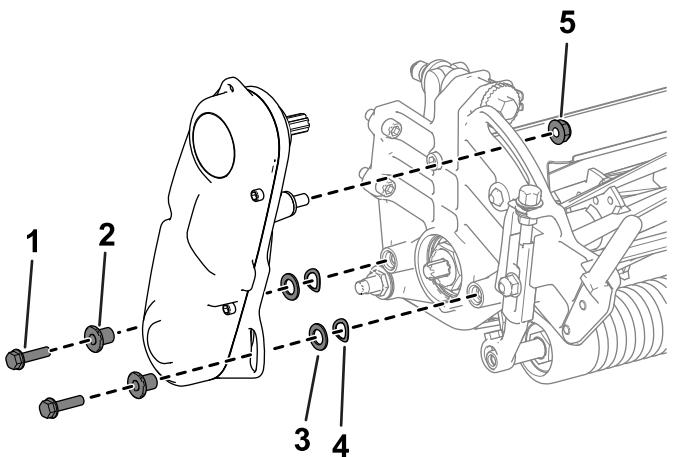

图 3
A. 卸下将滚刀驱动总成固定到侧板上的五金件 图 3。
B. 从侧板上卸下滚刀驱动总成、扁平垫圈、弹簧垫圈和隔片 图 3。